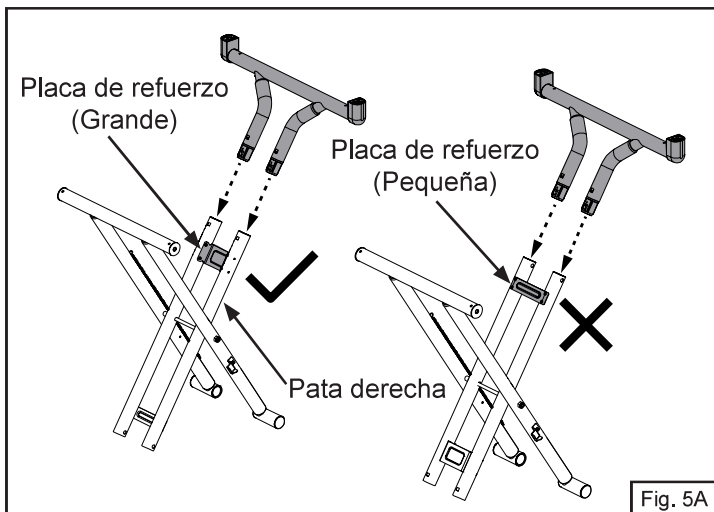
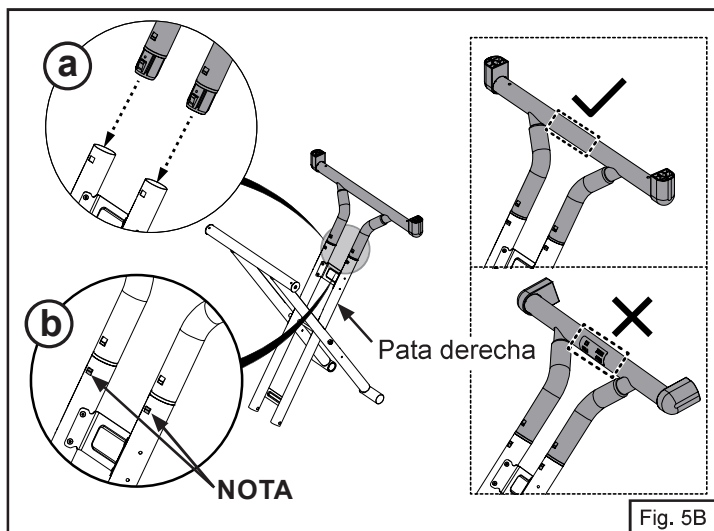

Fig. 5A
Fig. 5B
4. Introduzca el asa de remolque en la pata derecha (Fig. 5A).
5. Deslice el asa de remolque en las patas como se muestra a continuación. Continúe deslizando en la pata hasta que se bloquee en su lugar (Paso b de la Fig. 5B).
- NOTA:** consulte la Fig. 5A y la Fig. 5B para conocer la orientación correcta del asa de remolque.